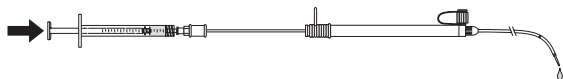

Fig. 3
5. Usare la siringa da 1 mL per lavare il lume per la guida del sistema di inserimento dello stent con soluzione fisiologica attraverso il connettore. (Fig. 3)